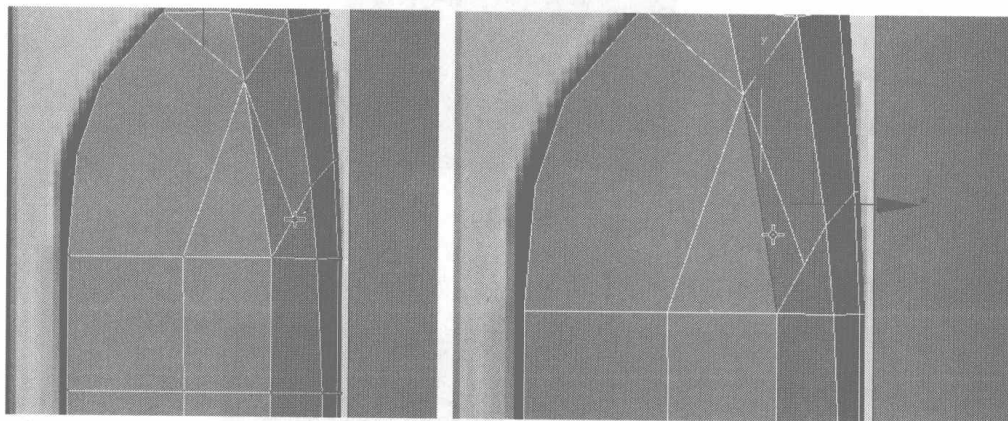
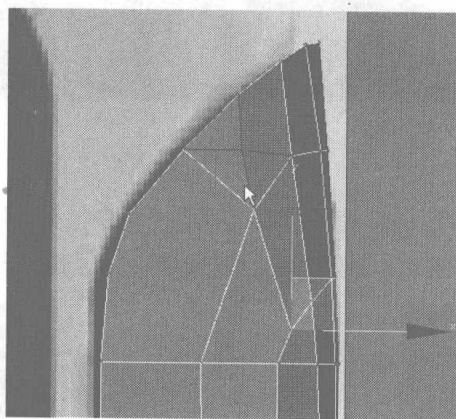

图 4.45
图 4.46
- 08** 在 Left 视图中继续添加如图 4.45 所示的细分线，并分别将如图 4.46 所示的边线删除。